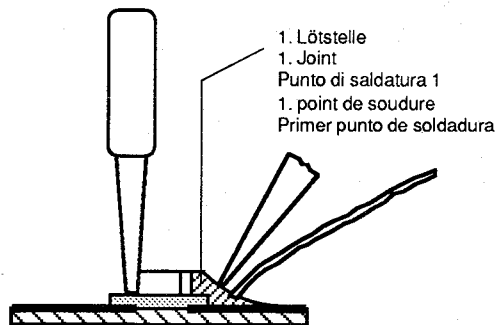

Fig. 4
4. Schritt: CHIP an der Lötstelle ansetzen, zentrieren und anlöten (Fig. 4).
4. step: Put the CHIP onto the soldering point, then center and fix it (Fig. 4).
4. Poser le composant CMS sur cette pointe de soudure, centrer et souder. Maintenir le composant CMS à l'aide d'une pince brucelle (Fig. 4).
4. Appoggiare il CHIP sul punto di saldatura, centrarlo e quindi saldarlo (Fig. 4).
- Cuarto paso: Colocar el CHIP sobre la gota estaño, centrarlo y soldarlo (Fig. 4).